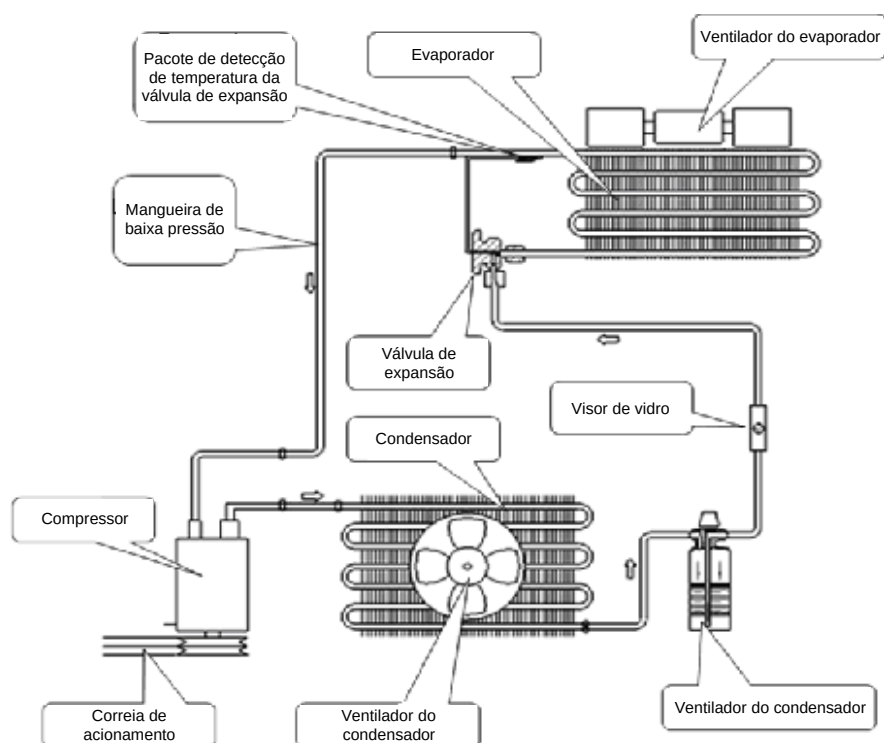

Figura 05 – 16
- 1) Verifique se todos os tubos estão bem encaixados. Aperte as partes soltas, se necessário. Consulte a Figura 05 – 16.